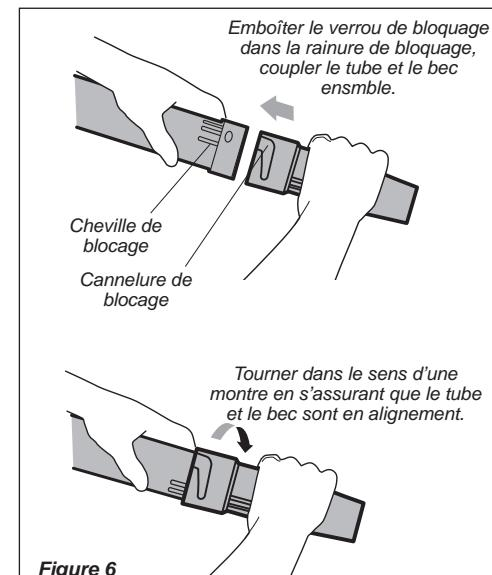

Figure 6
8. Saisir le bec et emboîter le bec au verrou bloquant du tube pivotant, en s'assurant que le fil static est sécurisé. Voir Figure 6.
9. Verrouiller le bec au tube pivotant en tournant le bec pour s'assurer d'un bon alignement. Voir Figure 6.